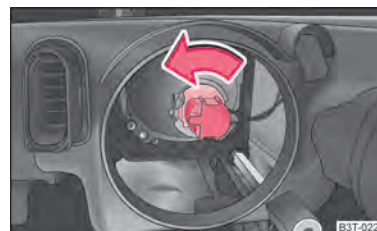

Fig. 205 Desmontaje de la bombilla para luz de cruce
- Girar el conector junto con la bombilla hacia la izquierda, hasta la tope, y retirarlo ⇒ fig. 205.